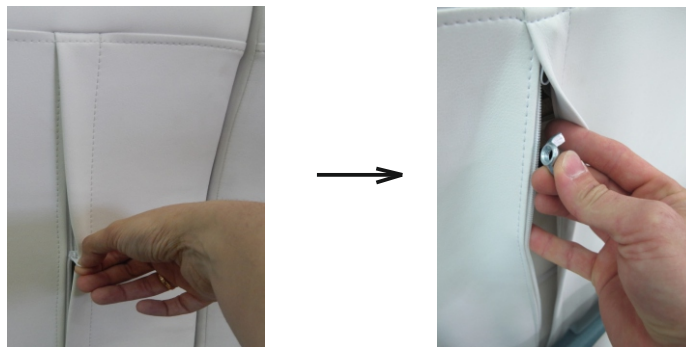

рис. 2
3. Расстегнув молнии на задней части головной спинки (дет. 1), закрутите гайки-барашки (Ф-3) на шпильки (Ф-2) внутри копуруса головной спинки (дет.1) (**рис. 2**).